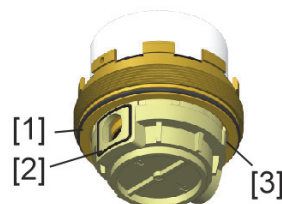

Abb. 3
1. Lieferumfang (Abb. 3)
- 2.10. Prüfen, dass die Formdichtung [2] korrekt in der vorgesehenen Nut an der Auslaufseite sitzt (Abb. 3).